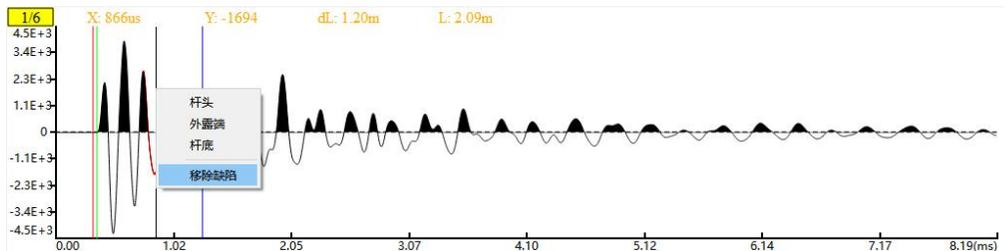

图 3-18 移除指定缺陷
- 移除缺陷：在移除指定缺陷时，若移除缺陷对应图标被选中，则可使用鼠标左键在待移除缺陷范围内进行单击；若移除缺陷对应图标未被选中，则可使用鼠标左键在待移除缺陷范围内进行单击并停顿稍许，在弹出的菜单中选择移除缺陷，如图 3-18 所示。若选中位置存在两个以上的缺陷，则需要根据立柱立柱模型图重新选择待移除缺陷。快捷键为 .